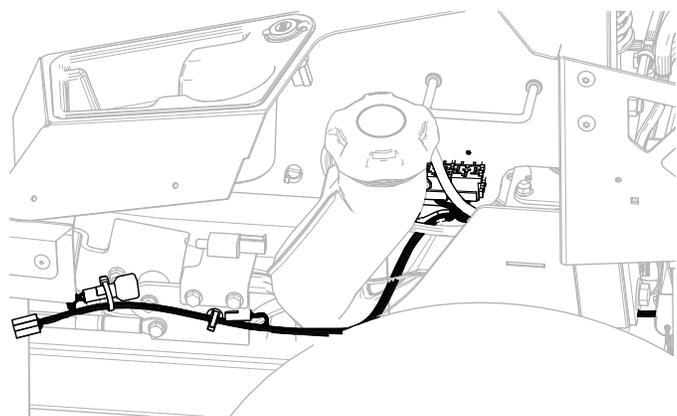

Figura 14
2. Intradate il cablaggio preassemblato (Figura 14) lungo il lato sinistro del telaio, attraverso il dispositivo di fissaggio a pressione che avete montato al passaggio 1.